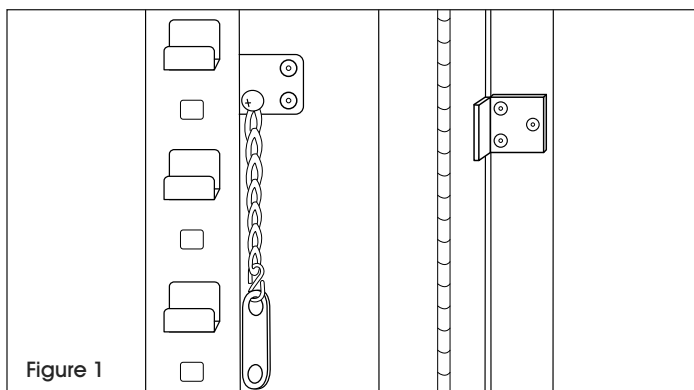

Figure 1
1. Install fusible link assembly with screw. (See Figure 1)
1. Installez l'ensemble du maillon fusible avec une vis. (Voir Figure 1)